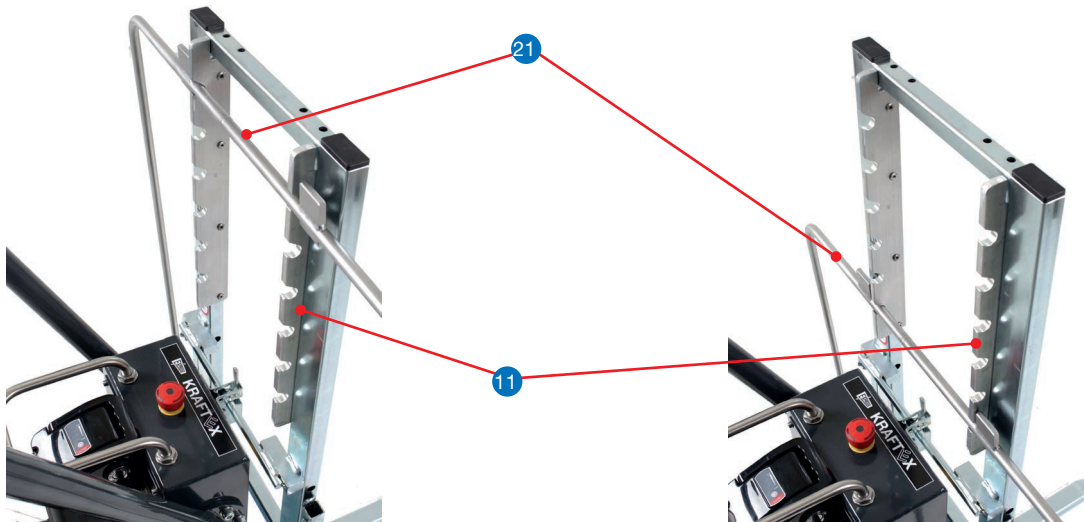

Abb. 51) Bügel oben eingesetzt
1. Sicherungsbügel ²¹ / ²⁹ in die Bügelaufnahme ¹¹ auf benötigter Höhe einsetzen (Abb. 51).